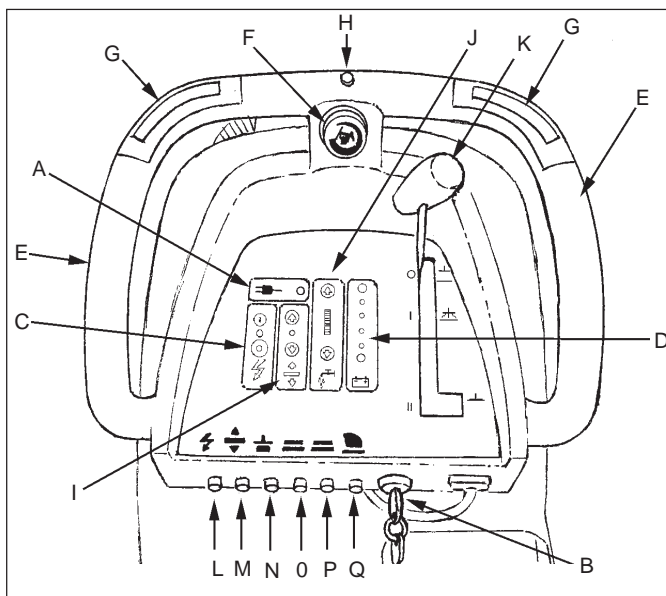

Figure 3
**Indicateur d'alimentation électrique (Voir Figure 3, Article « A »)**
**Interrupteur à clé (Voir Figure 3, Article « B »)**
**Boutons ON/OFF (Voir Figure 3, Article « C »)**
**Niveau de la batterie (Voir Figure 3, Article (D))**
**Poignées de commande (figure 3, E)**
**Sélecteur de la vitesse de traction (figure 3, F)**
**Interrupteur Avant/Arrière (Voir Figure 3, Article « G »)**
**Interrupteur de marche arrière (figure 3, H)**
**Boutons du moteur de la brosse (Voir Figure 3, Article « I »)**
**Boutons de contrôle de la solution (Voir Figure 3, Article « J »)**
**Interrupteur du moteur de l'aspirateur (Voir Figure 3, Article « K »)**
### **Coupe-circuits (Figure 3, Articles « L », « M », « N », « O », « P » & « Q »)**